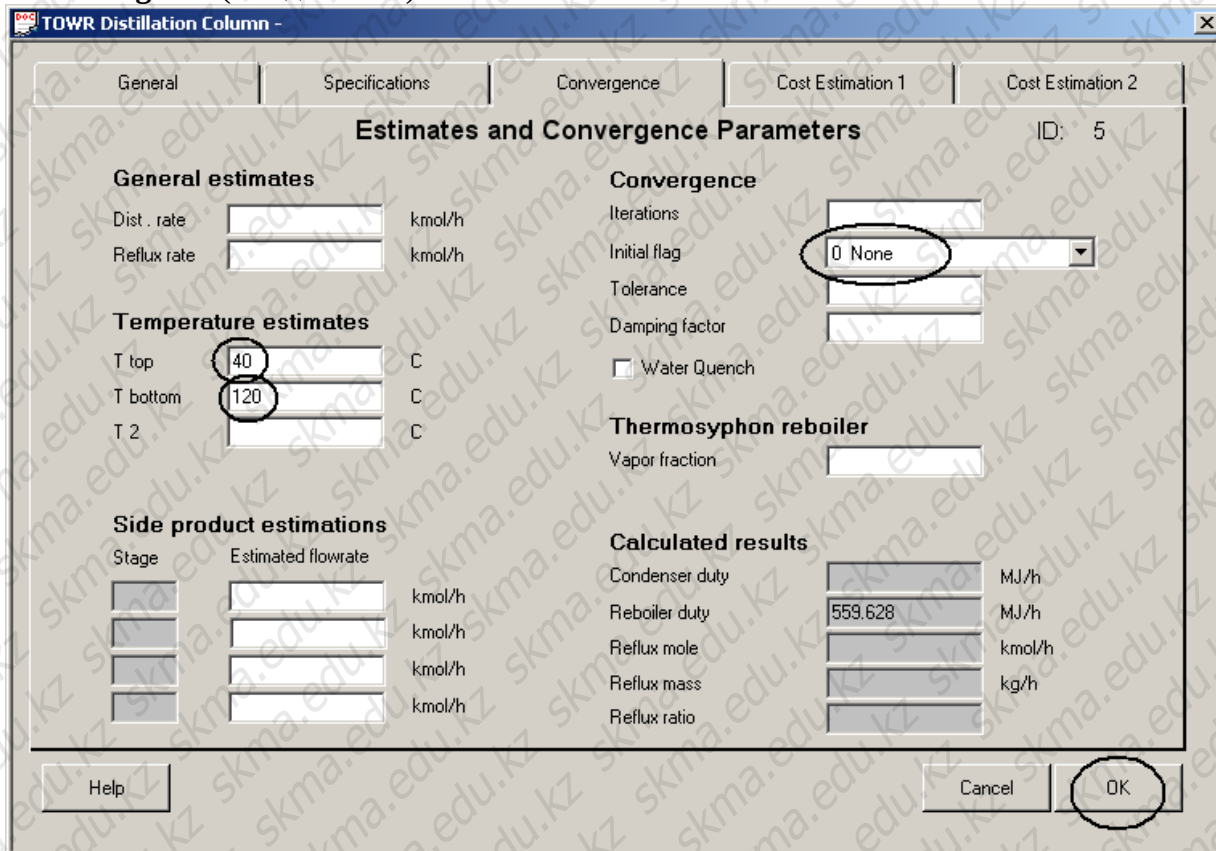

Рис. 6. Настройка колонны ID №6. Вкладка «Convergence».
9. После завершения ввода параметров во вкладке Specifications перейти во вкладку **Convergence (Сходимость)** – см. Рис. 6.